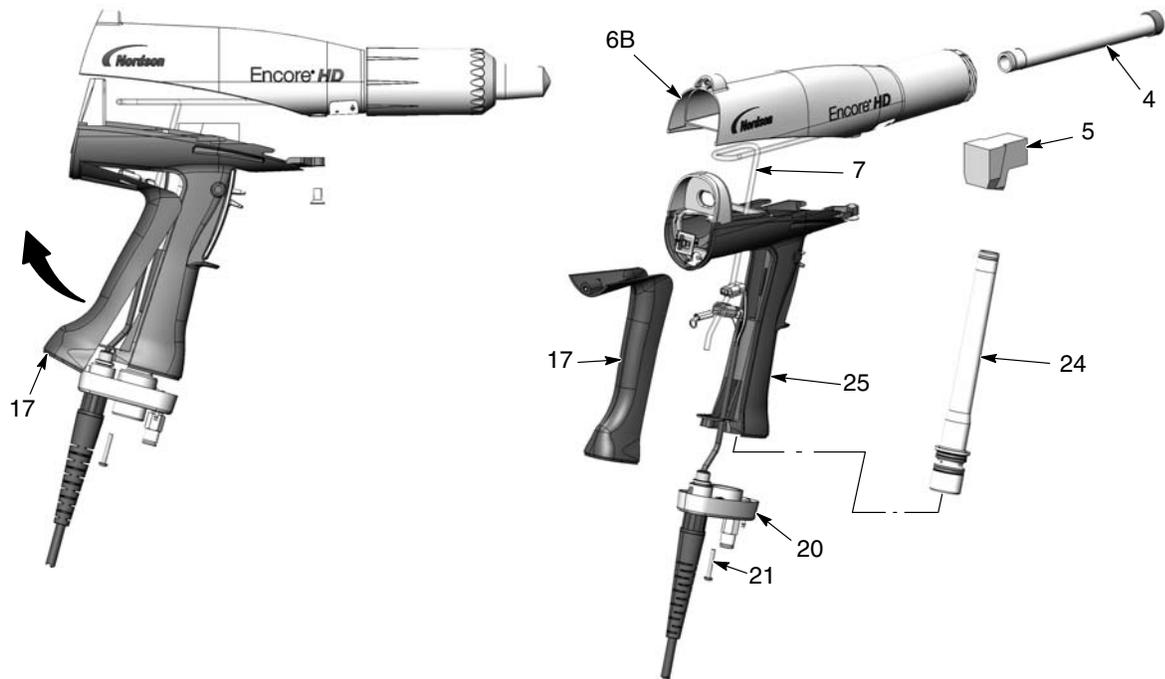

Figura 6-5 Sostituzione del percorso polvere
2. Vedi figura 6-5. Rimuovere il gomito (5) dal tubo d'ingresso (24).
3. Rimuovere le due viti M3 x 20 (21) dalla base dell'impugnatura (20).
4. Staccare la base dall'impugnatura, poi alzare il fondo della piattina di messa a terra (17) e allontanarlo dall'impugnatura, quindi rimuovere. Lasciare il filo di terra collegato alla piattina di messa a terra.
5. Spingere il tubo d'ingresso (24) verso l'alto e poi fuori dalla base, quindi allontanare la base e tirare il tubo d'ingresso fuori dall'impugnatura.
6. Spingere fuori il tubo di uscita (4) sul davanti del corpo della pistola (6B).
1. Vedi figura 6-5. Installare il tubo di uscita (4) nel corpo pistola (6B), tenendo l'estremità del tubo a filo con l'estremità del corpo della pistola.
2. Installare il tubo d'ingresso (24) nell'impugnatura (25), poi installare l'estremità del tubo nella base dell'impugnatura (20).
3. Spingere la base dell'impugnatura vicino all'impugnatura, poi agganciare l'estremità superiore della piattina di messa a terra (17) dentro il corpo e ruotarla sull'impugnatura. Durante il riassemblaggio assicurarsi che i fili del cavo non siano schiacciati o intrappolati.
4. Installare la base dell'impugnatura sulla piattina di messa a terra e fissarla con le due viti M3 x 20 (21).
5. Installare il gomito (5) sul tubo d'ingresso, con l'estremità orientata verso il davanti della pistola, come illustrato.